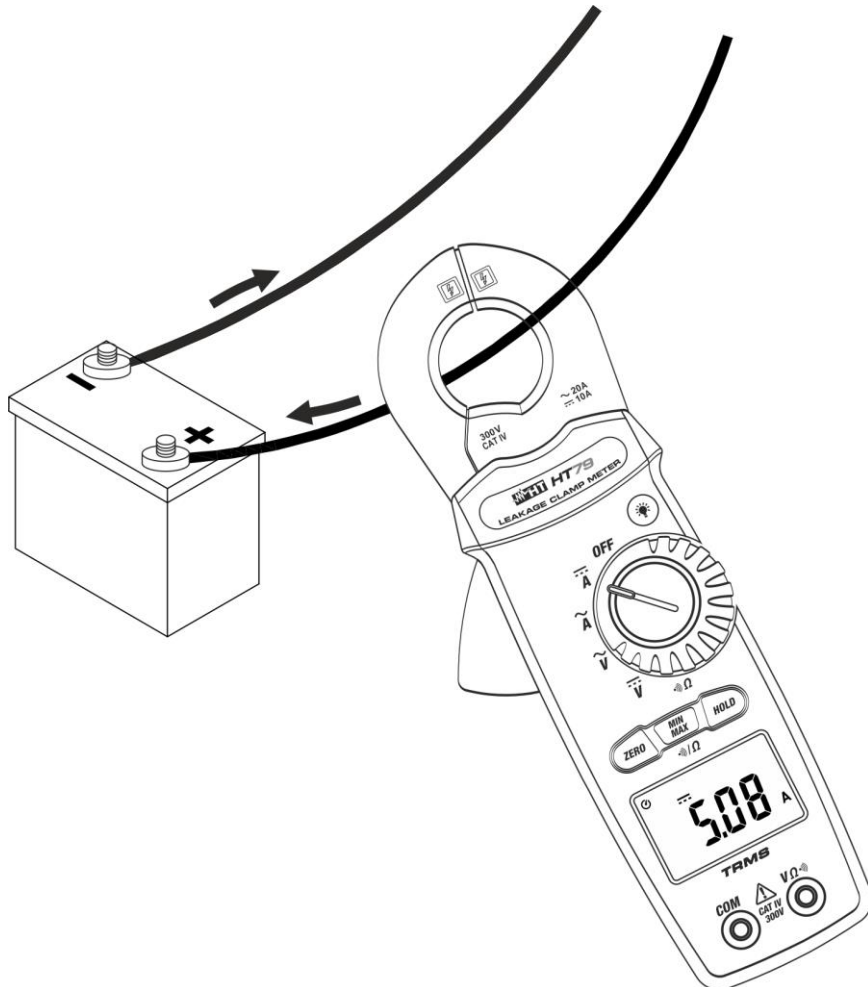

Abb. 8: Verwendung des Gerätes für Gleichstrommessung
3. Setzen Sie den Leiter ins Zentrum der beiden Zangenbacken (siehe Abb. 8), damit Sie eine genauere Ablesung der Messwerte erhalten (siehe Abb. 2). Der Wechselstromwert erscheint auf dem Display.